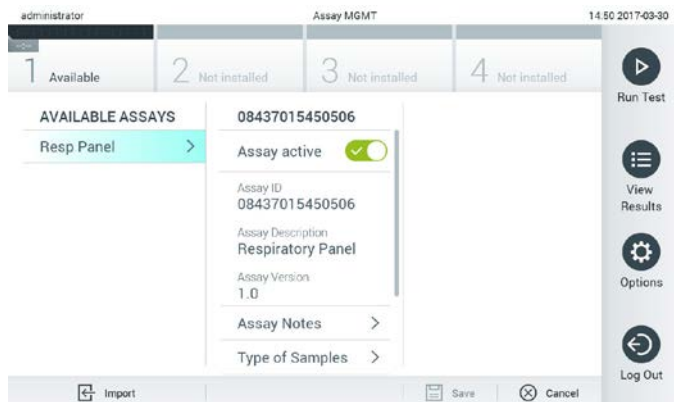

Figura 58. Administración de ensayos disponibles.
1. Pulse el botón Options (Opciones) y, a continuación, el botón Assay Management (Administración de ensayos) para acceder a la pantalla Assay Management (Administración de ensayos). Los ensayos disponibles aparecen en la primera columna de la zona de contenido (figura 58).